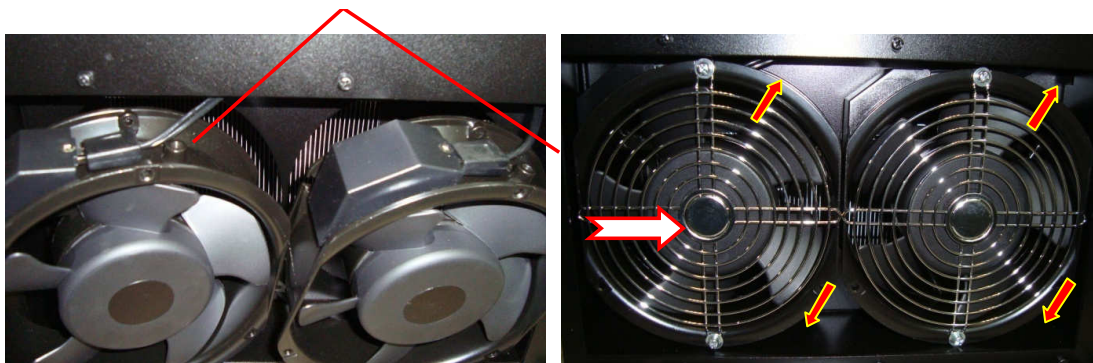

Рис. 7.19
- закрепить вентиляторы вместе с решетками винтами М4х60 (рис. 7.19).